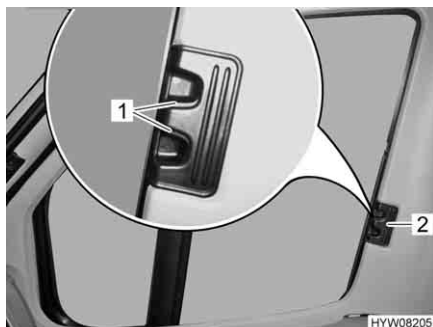

Fig. 86 Tendina oscurante pieghevole per il finestrino del conducente/ passaggero
- Premere le maniglie di sbloccaggio (Fig. 86,1) e mantenerle premute.
- Con la levetta (Fig. 86,2) tirare le tendine oscuranti pieghevoli per il finestrino del guidatore e del passeggero verso l'altro lato della finestra e congiungerle alle strisce magnetiche.
- Inserire fino all'arresto le tendine oscuranti pieghevoli per il finestrino del guidatore e del passeggero per la maniglia (Fig. 86,2).
- Rilasciare le maniglie di sbloccaggio (Fig. 86,1) e mantenerle innestate.